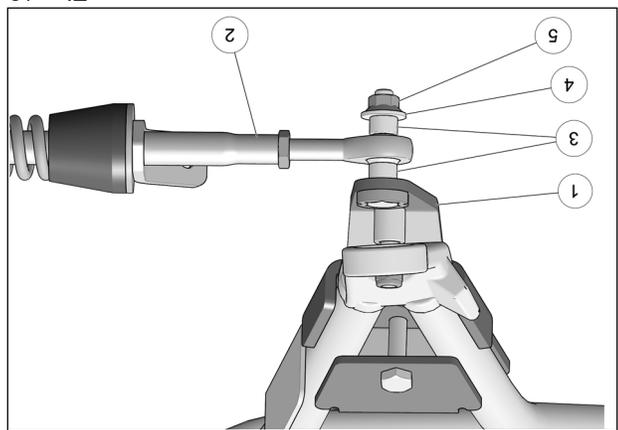

Fig. 19
9. Fixer le bras stabilisateur (2) au boulon déjà installé sur l'ancrage de suspension (1) à l'aide des deux espaceurs (3), de la rondelle (4) et de l'écrou autobloquant (5). Serrer à un couple de $70\text{ N}\cdot\text{m}$ [52 lb·pi]. Voir la Fig. 19